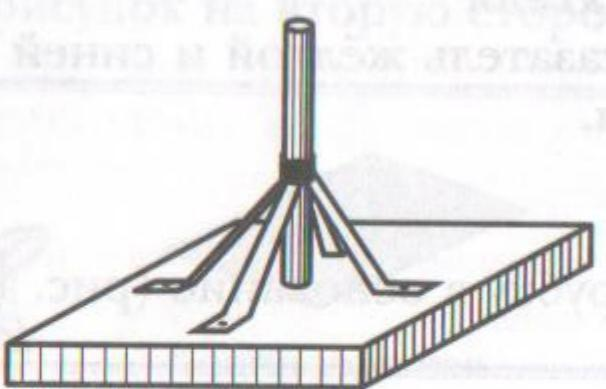

Рис. 176
4. Обвязать концы укосин на трубке тонкой проволокой (рис. 176).